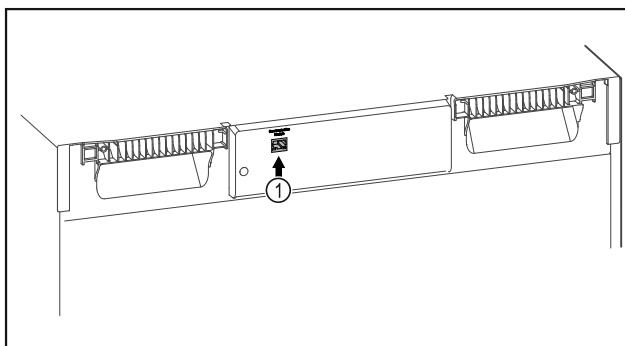

Fig. 105
SmartModule Fig. 105 (1) naudojamas.